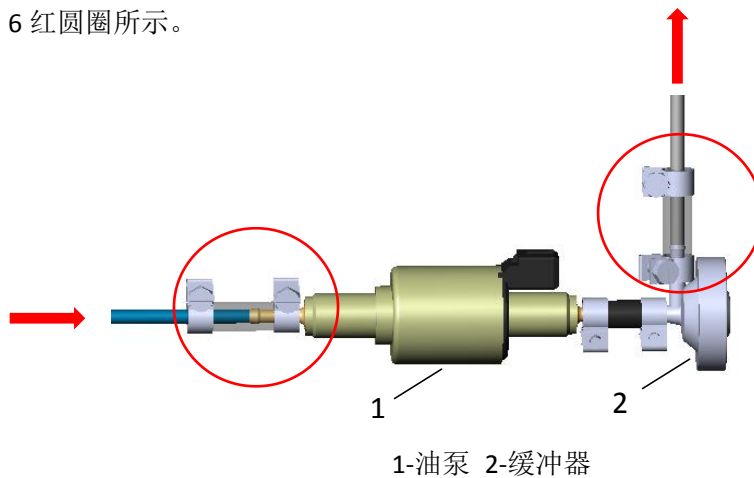

图 6
6. 带缓冲器的油泵必须水平安装，并且缓冲器的出油端不能低于油泵的进油端。如图 6 红箭头所示。
7. 油管接头内的输油管必须用利刀削平，并且输油管与吸油管、燃油滤清器、油泵、缓冲器、油路单阀之间、主机上进油管（金属）之间不能有间隙。以带缓冲器的油泵为例。如图 6 红圆圈所示。